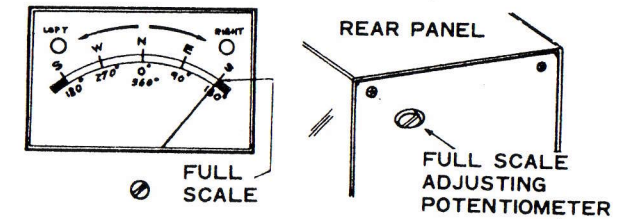

Fig.5
- 2) Tourner le rotator jusqu'en butée horaire (à droite). A l'aide du potentiomètre situé sur le panneau arrière, aligner l'aiguille sur la position "S" de droite (figure 5).